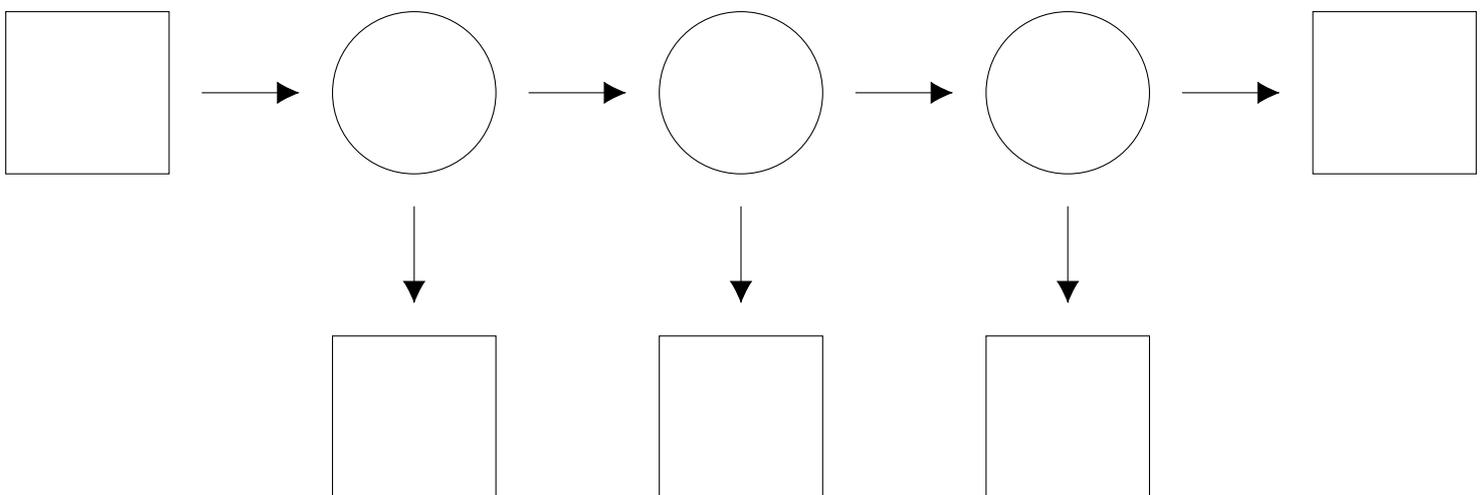

FIGURE 2 – Chaîne énergétique d'une centrale nucléaire.
4. En figure 2 ci-dessous, compléter le schéma d'une chaîne énergétique pour interpréter les transformations d'énergie qui y ont lieu.